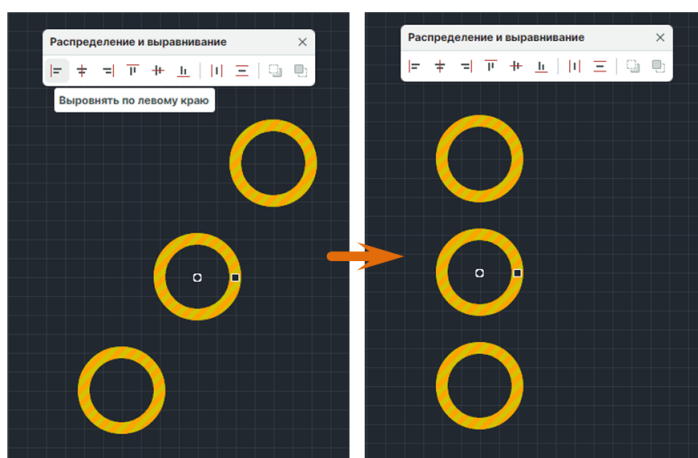

Рис. 311 Выравнивание по левому краю
2. На панели «Распределение и выравнивание» выберите инструмент «Выворнять по левому краю», который обозначен иконкой , см. Рис. 311.